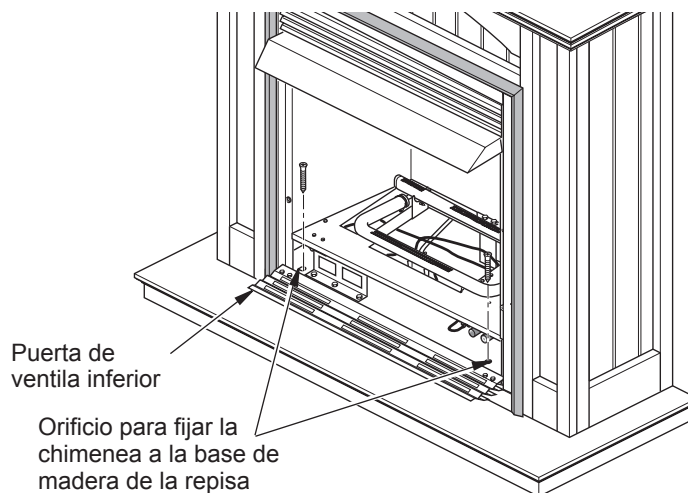

Figura 8 - Fijación de la chimenea a la base de la repisa de chimenea
6. Puerta de la ventila inferior más baja. Utilice los dos tornillos para madera de 3" que se incluyen en el paquete de ferretería para unir la base de la chimenea a la base de madera (consulte la figura 8). Cierre la puerta de la ventila.